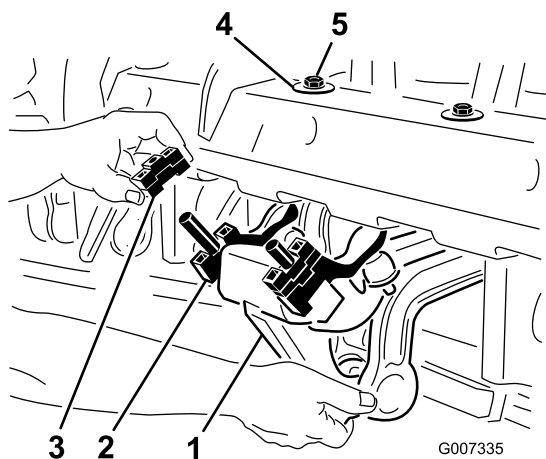

Figure 26
- Retirez les 2 contre-écrous (1/2 po) qui fixent l'amortisseur Rotalink sur le dessous du cadre de la tête d'aération (Figure 26).
- Abaissez l'amortisseur pour exposer les entretoises (Figure 26).
- Remontez l'amortisseur sur le cadre de la tête d'aération. Appuyez bien la rondelle en « D » contre le cadre de la tête d'aération, comme montré à la Figure 26. Serrez les 2 contre-écrous.